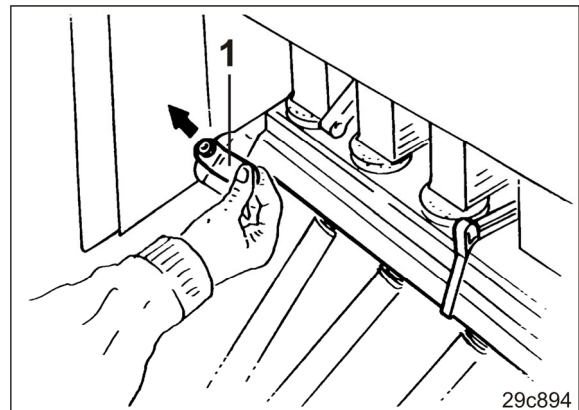

Fig. 75
2. Extraer lateralmente la palanca de resorte (Fig. 75/1) del dispositivo de retención.